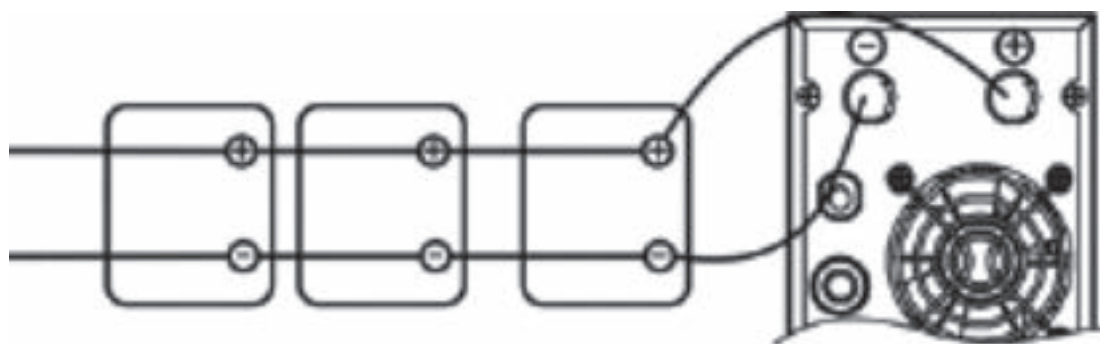

Рис. 3
**3) Подключение нескольких аккумуляторных батарей, соединенных параллельно (см. рис. 3):** Напряжение каждой батареи должно равняться номинальному напряжению постоянного тока данного устройства.